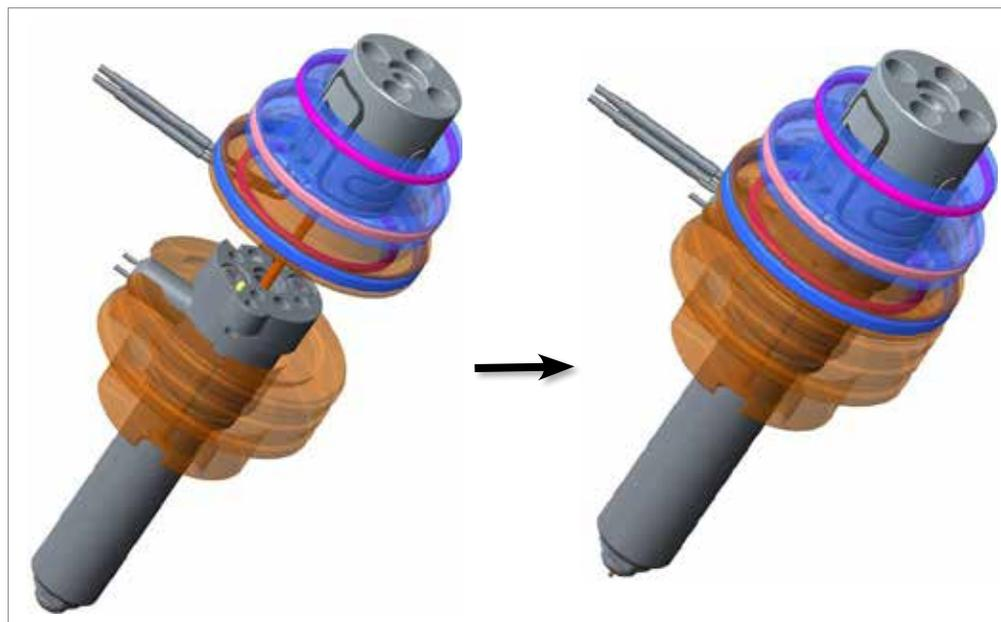

Figura 11-17 Collegamento della boccola della valvola al corpo riscaldato
16. Posizionare la spina sulla boccola della valvola per allinearla alla scanalatura sul corpo riscaldato. Collegare con cura l'unità boccola della valvola al corpo riscaldato. Vedere la Figura 11-17.